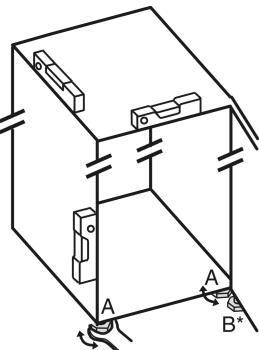

Fig. 5
- Vyskrutkujte nastaviteľné nohy Fig. 5 (A) priloženým vidlicovým klúčom a pomocou vodováhy, kym zariadenie nebude pevne a stabilne vyrovnané.
- Vyskrutkujte nastaviteľnú nohu Fig. 5 (B) na ložiskovej konzole priloženým vidlicovým klúčom, kym nebude dosadať na podlahu.
- Otočte nastaviteľnú nohu Fig. 5 (B) ďalej o 90°.